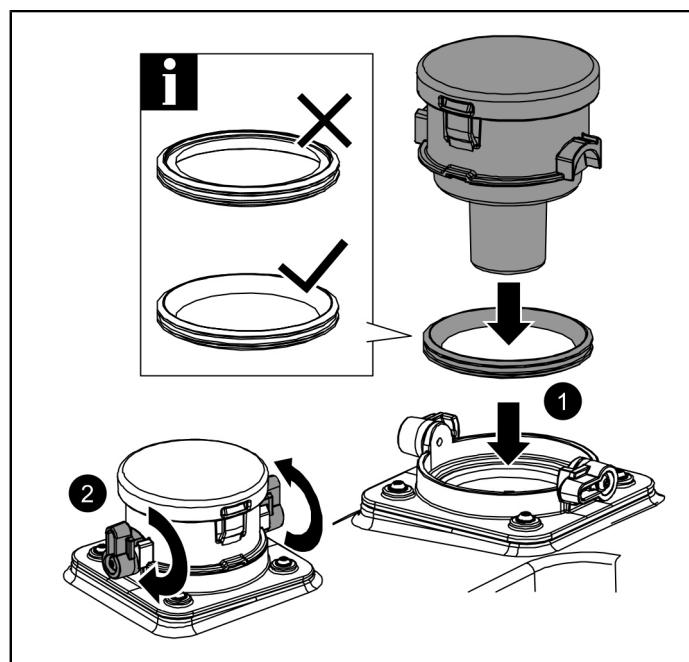

Fig. 6: e
- Desserrer les quatre vis du couvercle et retirer le raccord de purge DN 70 ① .
- Assemblez et insérez le filtre à charbon actif. Serrez les leviers de verrouillage (2x) ② .
- (i)** Veillez au bon positionnement du joint entre l'accessoire et le corps de base (voir fig. 6 : e).
- Fixer le filtre à charbon actif DN 70 avec les quatre vis ③ .